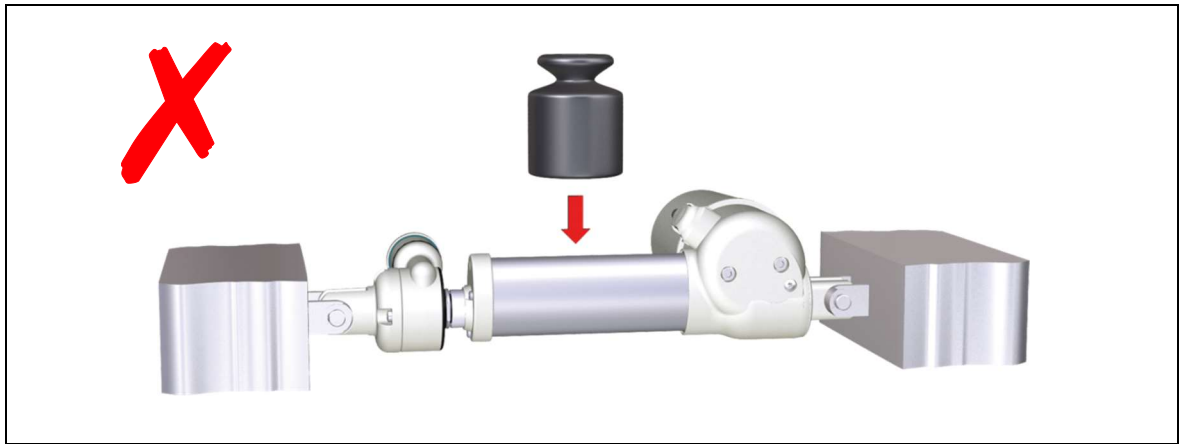

Abbildung 22 Auswirkung der Einbaulage
- ▶ Die Ausruckkraft erhohet sich, wenn z. B. die Antriebseinheit mit einer Querkraft von anderen Anbauteilen beaufschlagt wird, diese kann weit oberhalb der Spezifikation liegen. (Abbildung 22 zeigt eine waagrecht eingebaute Antriebseinheit, die mit einer Querkraft belastet wird.)